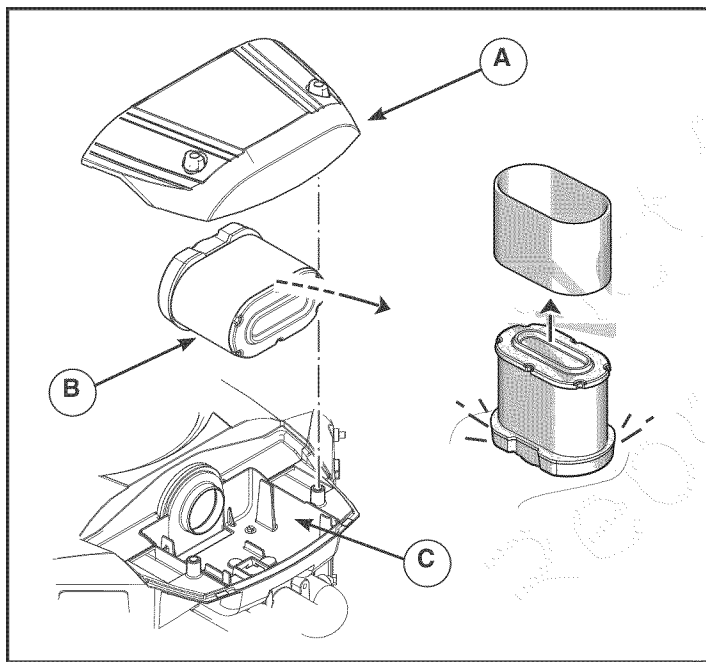

Figura 12
1. Destornille y quite la cubierta (A, Figura 12).
2. Quite el conjunto del filtro de aire (B) y desmóntelo.
3. Limpie cualquier tipo de desechos posibles dentro del cuello del carburador (C).